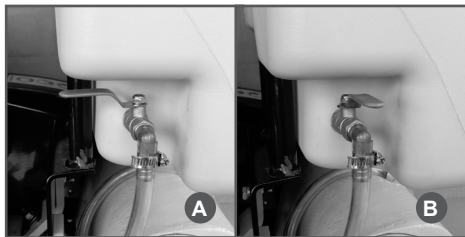

Рис. 8 Кран подачи воды
1. Убедитесь, что кран подачи воды закрыт (Рис. 8). На Рис. 8А кран подачи воды закрыт. На Рис. 8В кран подачи воды полностью открыт.